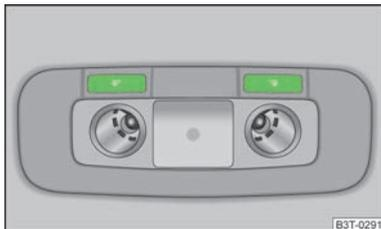

Fig. 41
- Premere l'interruttore  » fig. 41 per inserire e disinserire le luci di lettura.